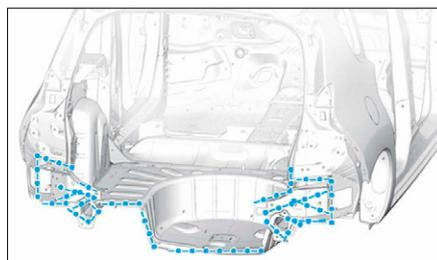

FIG. 179
- Préparer les bords d'accostage et les protéger par un apprêt soudable (Fig.179).